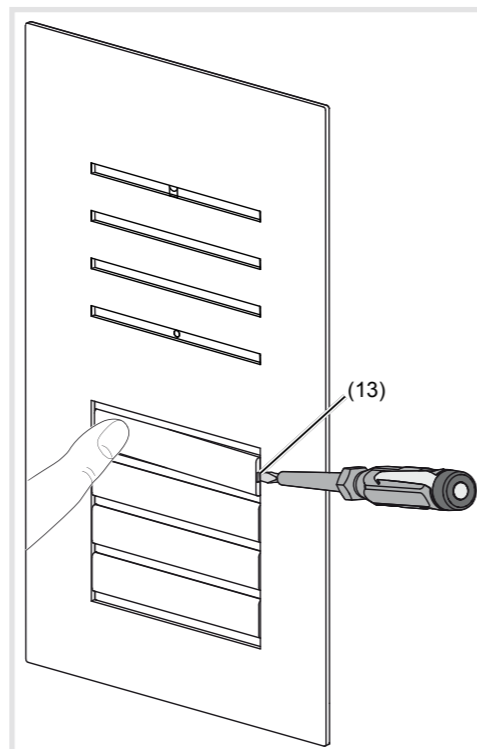

Bild 3: Namensschild Wechsel
- Ruftaster einseitig gedrückt halten. Auf der gegenüberliegenden Seite wird die Hebelöffnung (14) für einen Schraubendreher zugänglich.
- Schraubendreher in der Hebelöffnung (13) ansetzen und Arretierung lösen (Bild 3).